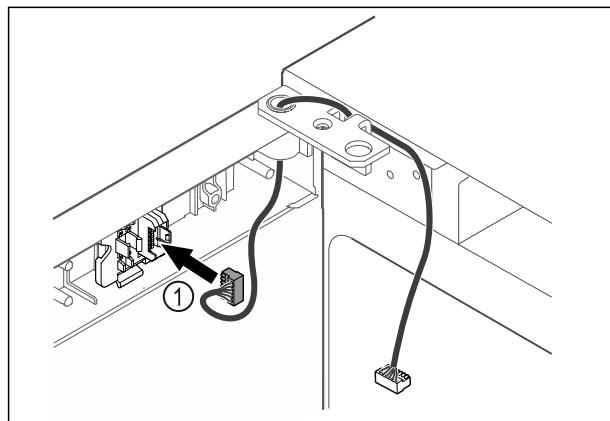

Fig. 40
- ▶ Futni spinën Fig. 40 (1) në mbajtësen e spinës.